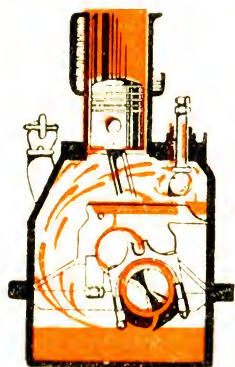

Рис. 13. Мащення розбризгове.
2. **Змащування через розбризг** (рис. 13). Стан олії в картері є такий, що під час обороту валу колінчастого **хитуну** занурюються в неї і **розбризгують** її по всьому моторі.